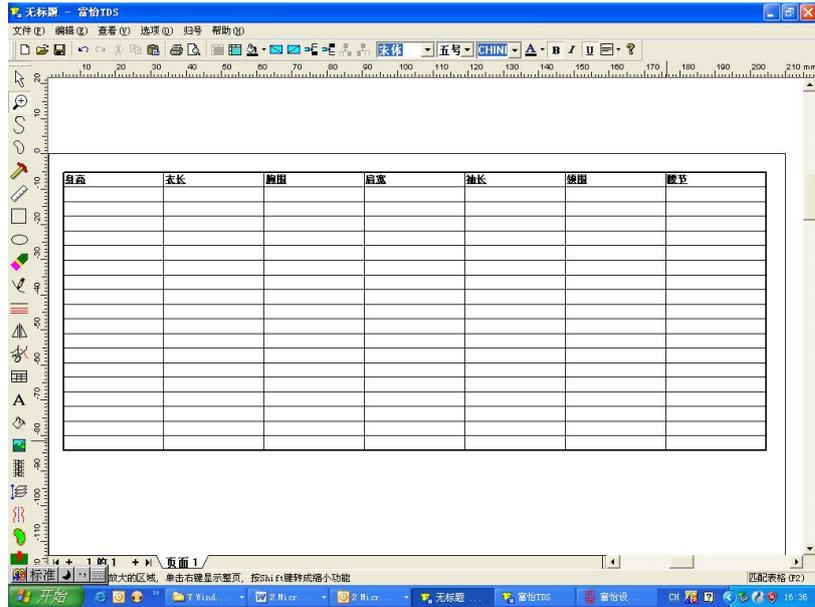
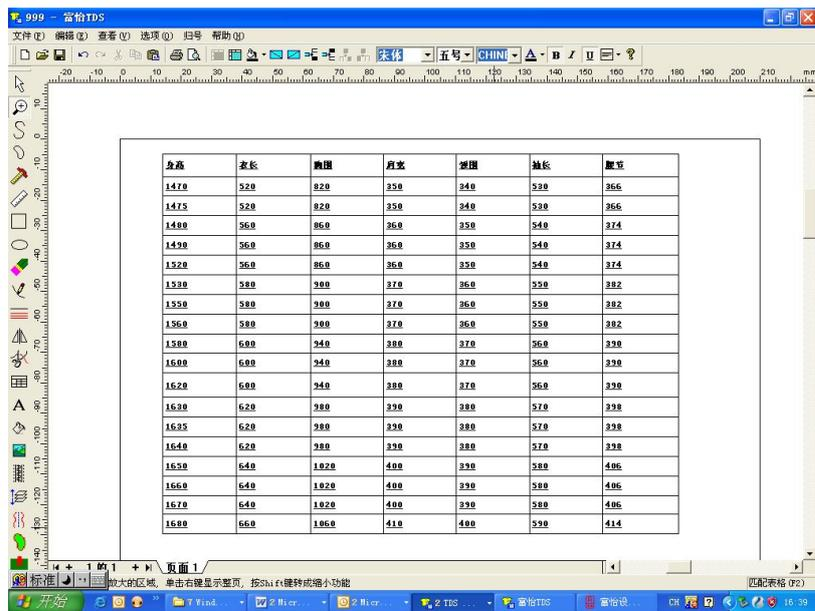

图 1
图 2
3. 点击【OK】按钮，则工作区里就会显示尺寸表格，点击单元格，逐项输入所需的尺寸，输入尺寸名的工作就完成了（见下图 1、图 2）